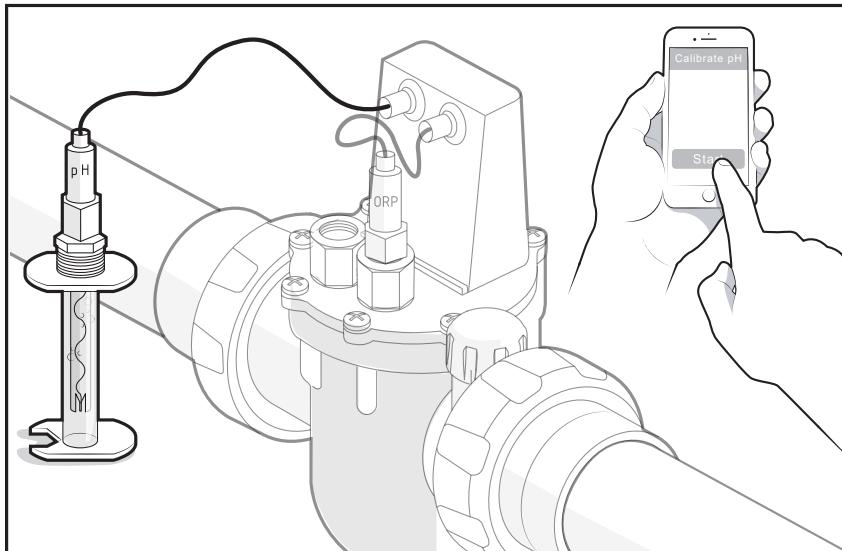

Figura 9. Sumerja el sensor y comience la calibración
15. Sumerja el sensor de pH en la solución tampón de pH 4 dentro del tubo de almacenamiento. Inicie la calibración de pH4 en la aplicación iAquaLink o en el controlador OneTouch (solo AquaLink® RS) vaya a: MENÚ / AYUDA > CONFIGURACIÓN DEL SISTEMA > TRUSENSE, consulte la Figura 9.